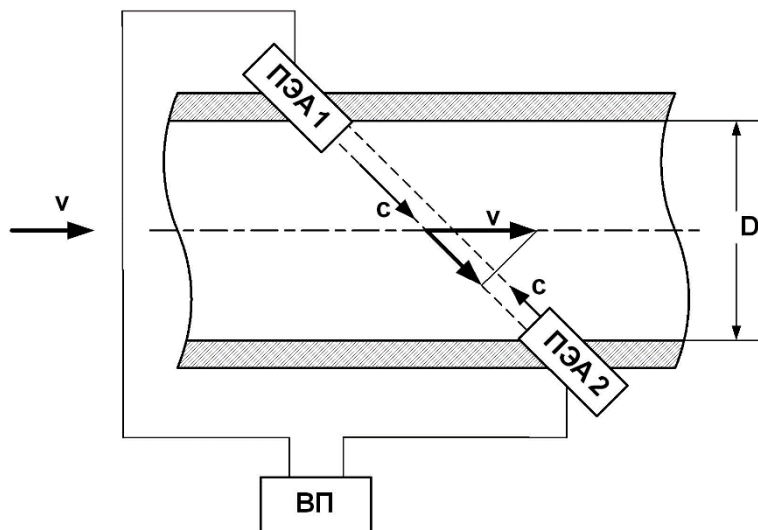

Рис.1 - Схема прохождения УЗС
1.5.1.2 ПЭА устанавливаются в измерительный участок (ИУ) по хордам (см. рис.1), образуя первичный преобразователь расхода (ПП).